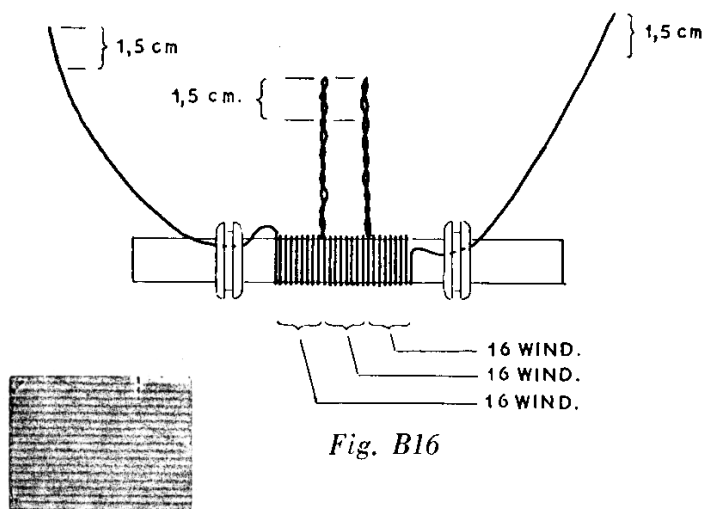

Fig. B16
14. Maak de uiteinden van alle aansluitdraden over ongeveer 1,5 centimeter blank door met een stukje schuurpapier of met een mesje voorzichtig de bruine isolatie weg te halen (figuur B16). Zorg er vooral bij de in elkaar gedraaide aftakkingen voor, dat de draad niet breekt.